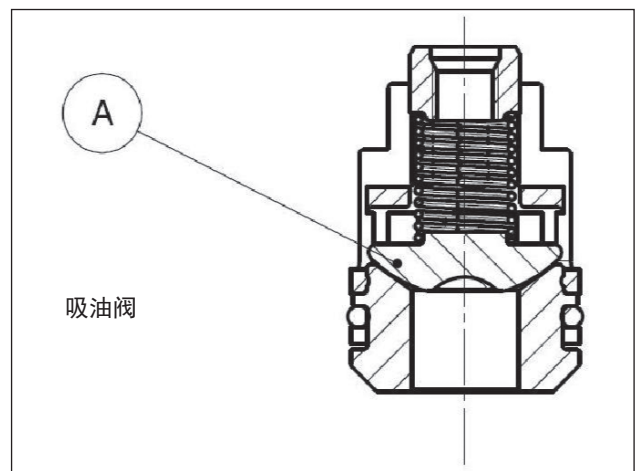
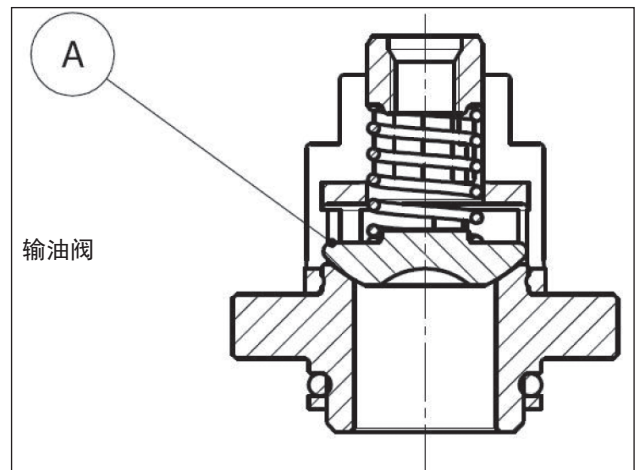

图26
图27
2. 此外，关于HS18型，还应注意切勿混淆吸油球阀与“A”型输油阀 (图26, 图27), 分解图部件号46，如《使用和保养手册》第16章所示。